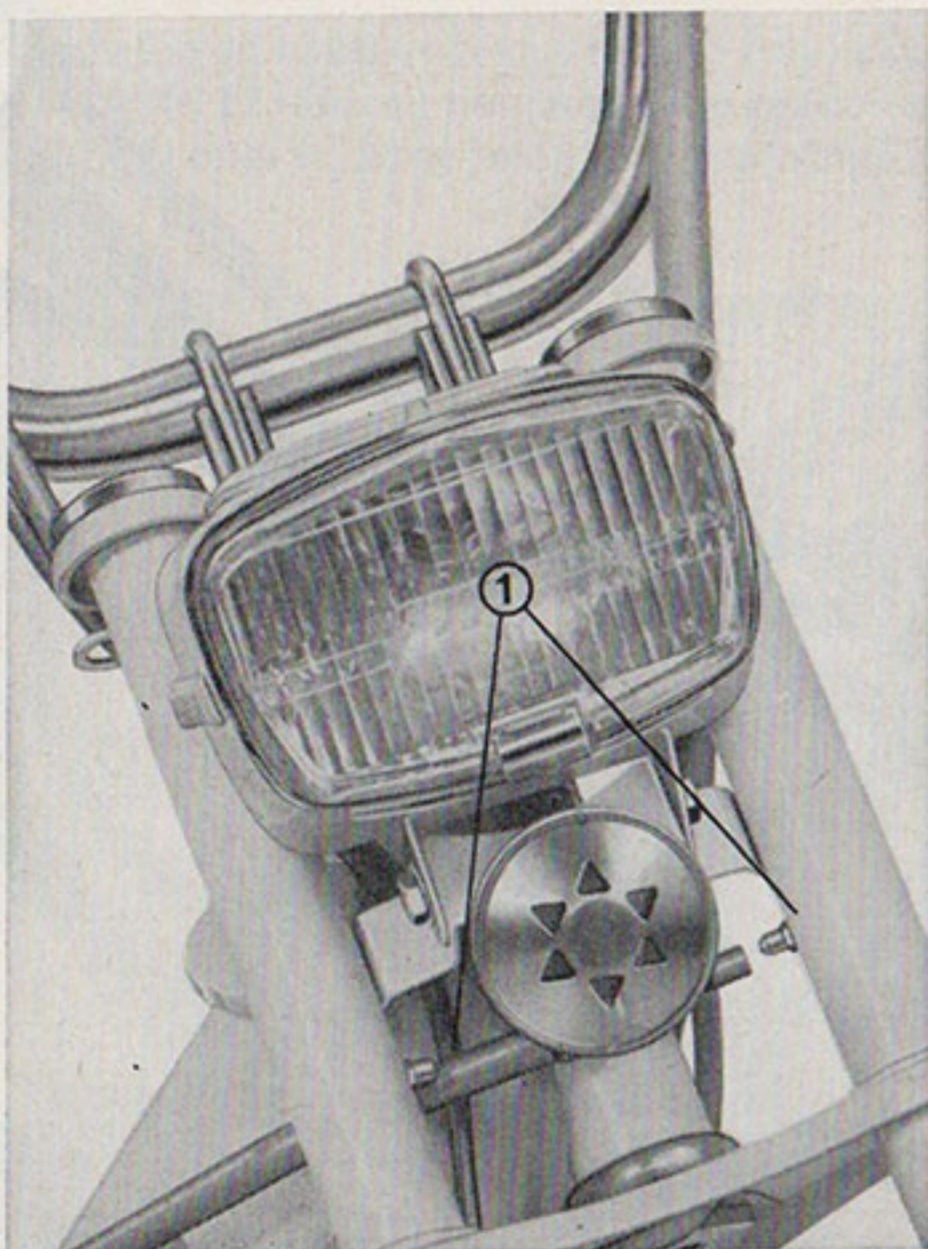

Fig. 9
Graisser la fourche télescopique avec une pompe à pression par l'intermédiaire des graisseurs (1) qui se trouvent à l'arrière de chaque montant avec de la graisse **BP ENERGREASE C 3 G** (Fig. 9).